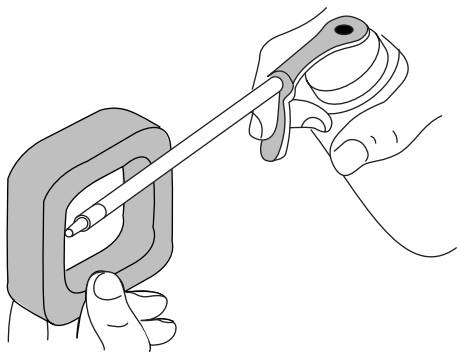

Fig. 58
4. Appliquez une quantité suffisante d'huile moteur propre SAE 30 pour enduire légèrement le filtre (Fig. 58).